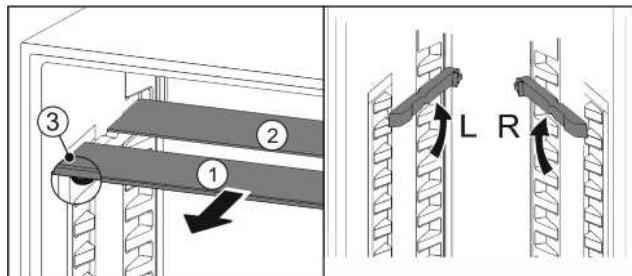

Fig. 17
- По одной извлеките Fig. 17 (1) стеклянные панели движением вперед.
- ▷ Стеклянная панель Fig. 17 (1) со стопарами лежит спереди.
- ▷ Стопоры показывают вниз Fig. 17 (3).